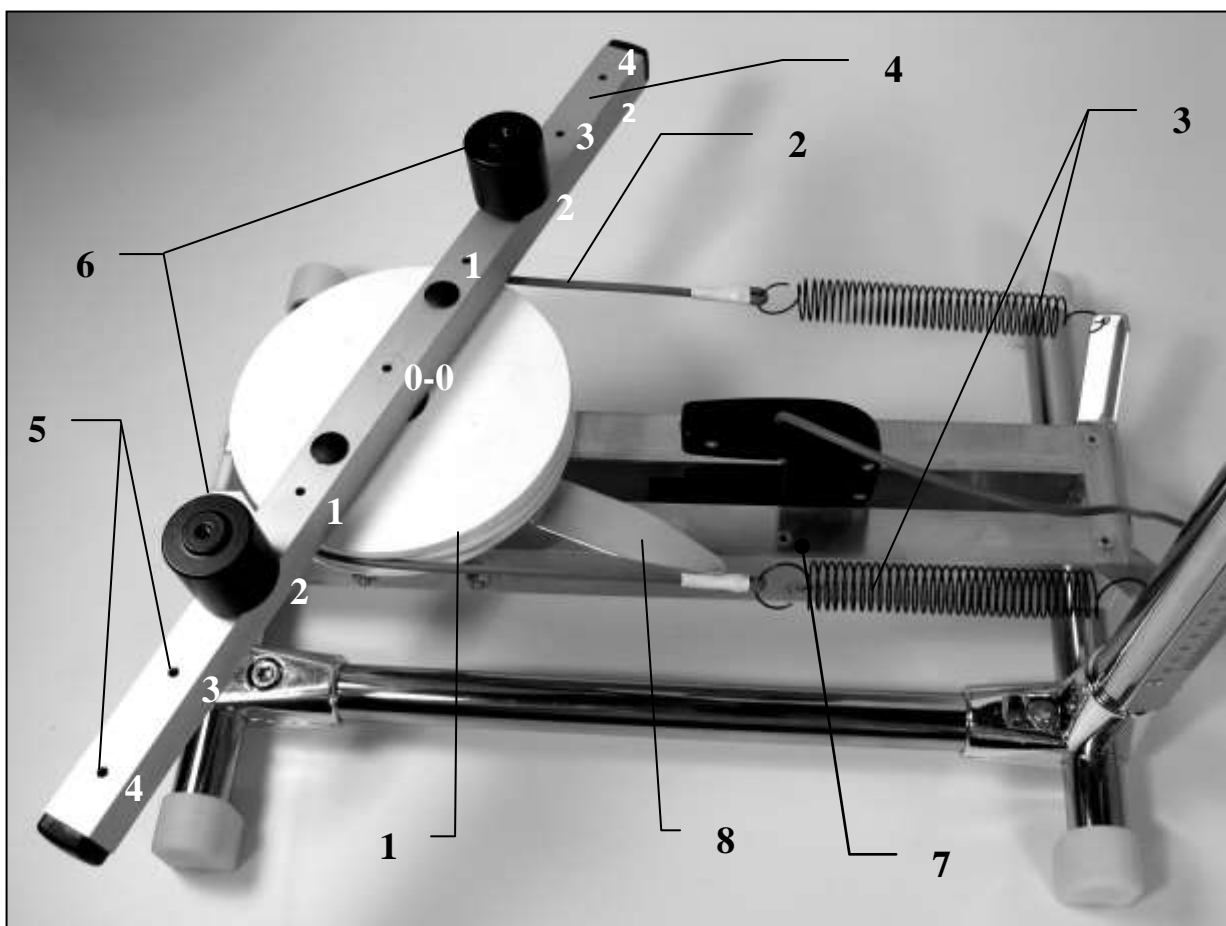

Рис.3
Колебательная система (рис.3) состоит из закрепленного на вертикальной оси шкива 1, ремень 2 которого связан с упругими пружинами 3, зацепленными за штыри стойки. К шкиву жестко прикреплен
6. Установите стрелку шкива 8 (рис.3) под оптическим датчиком 7 (рис.3).
10. Выполните измерения периодов еще четырежды по пп.5-9, размещая последовательно грузы m в позициях "1-1", "2-2", "3-3", и "4-4" (рис.3). Результаты измерений запишите в таблицу 3.